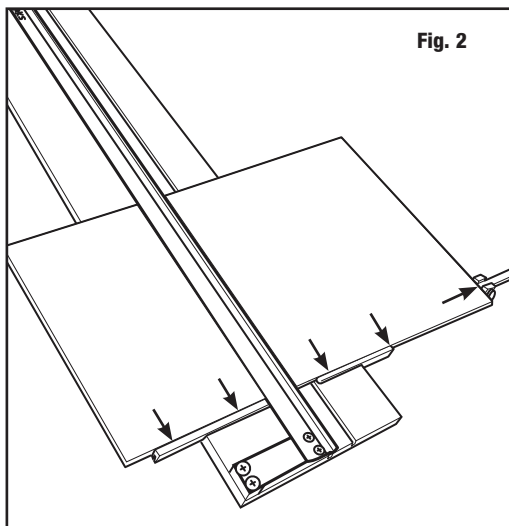

Fig. 2
2. Slide foamboard under guiderail, against squaring bars and up to measuring bar stop **(Fig. 2)**.
2. Faire glisser le carton mousse sous le rail de guidage, contre les barres d'équerrage et jusqu'à la butée de la règle-guide **(Fig. 2)**.